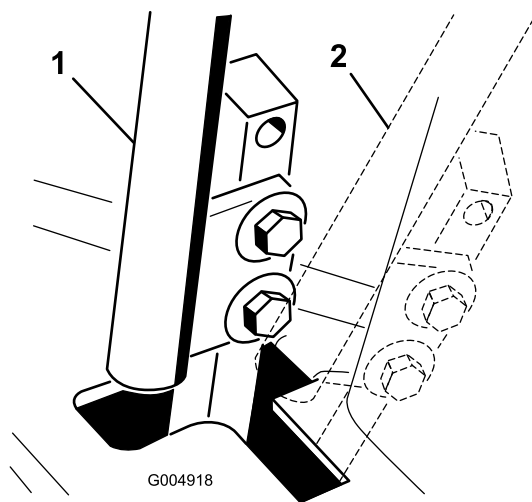

Figura 73
4. Mueva la palanca de control a la posición de PUNTO MUERTO, pero **no a la posición de bloqueo** (Figura 73).
6. Compruebe la posición de la palanca de control con relación a la muesca de la consola (Figura 73).